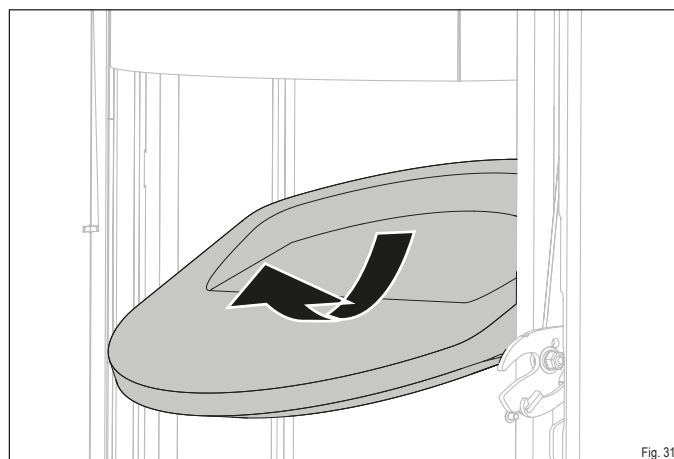

Fig. 31
- ▶ Retirez délicatement la pierre thermique supérieur de son support comme indiqué (Fig. 31).